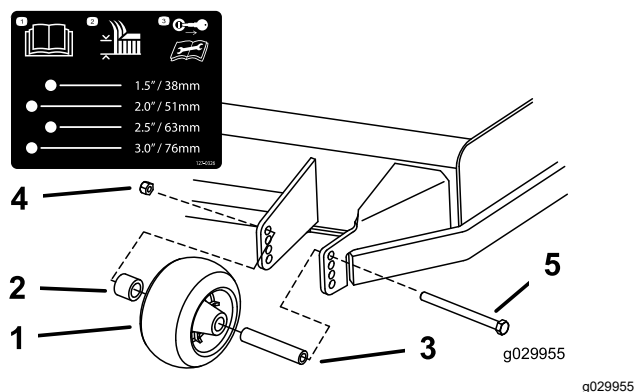
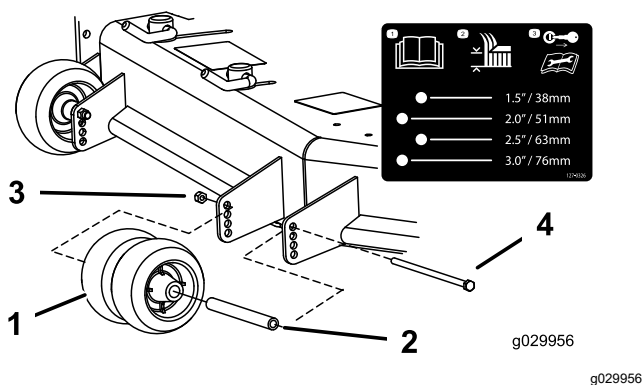
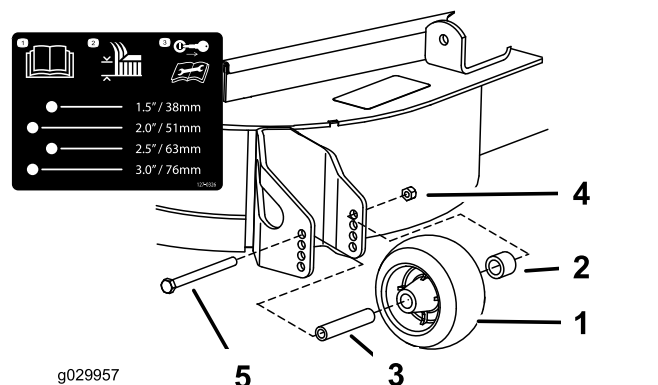

Figura 26
Figura 27
Figura 28
3. Ajuste los rodillos protectores del césped según se muestra en Figura 26, Figura 27 y Figura 28.